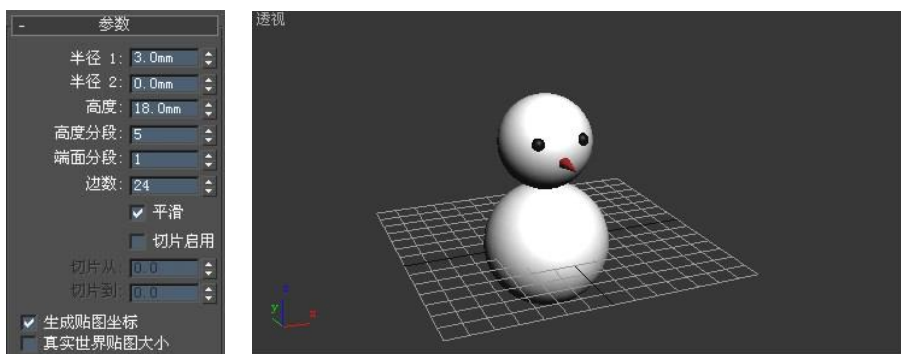

图 2-44 创建鼻子
- (5) 单击“圆锥体”按钮, 在前视图中创建圆锥体作为雪人的鼻子, 在参数面板中设置圆锥体的参数, 如图 2-44 所示, 颜色选择红色, 移动到合适的位置。